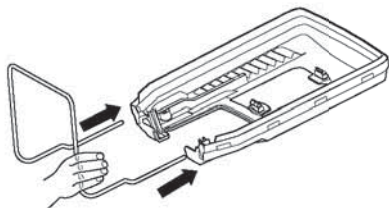
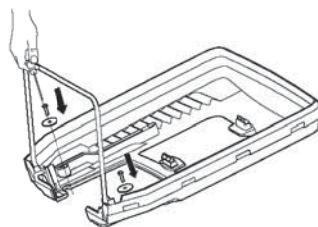

Fig.5
Fig.6
- > Insérez les bouts du cadre de montage dans le couvercle du bac de ramassage (fig.5). Ils doivent être insérés bien à fond. La partie coudée du cadre vient s'insérer dans la rainure située au fond du bac. Fixez ensuite le cadre avec les vis (20) et les rondelles (19) (fig. 6).